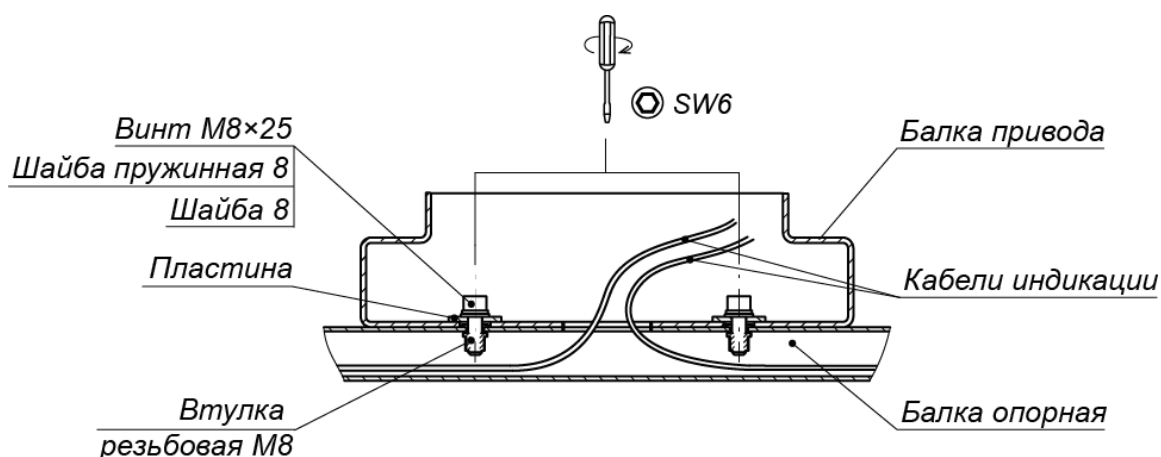

Рисунок 16. Крепление балки привода (8) с балкой опорной (7)
- Закрепите балку привода на балке опорной (7) двумя болтами M8x25, ключ SW6, используя две пластины из комплекта поставки (см. рис. 16).